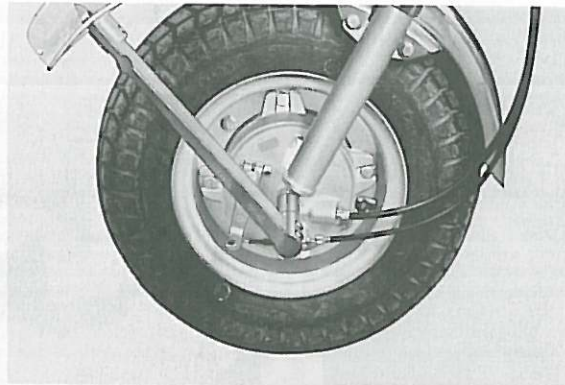

Fig. 2-4-3
- a. Check axle nut. (Fig. 2-4-3)
- a. Vérifier l'écrou d'axe. (Fig. 2-4-3)
- a. Vorderachsmutter prüfen. (Fig. 2-4-3)